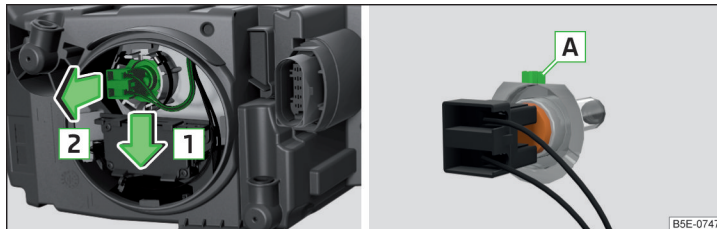

Abb. 356 Glühlampe für Abblendlicht wechseln
- › Den Stecker mit der Glühlampe in Pfeilrichtung **1** lösen » Abb. 356.